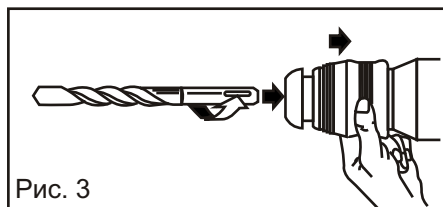

Рис. 3
7.2 Вставьте долото в инструмент. Поворачивайте и нажимайте на долото в направлении показанном на Рис. 3 до тех пор пока, оно не будет зафиксировано в патроне.